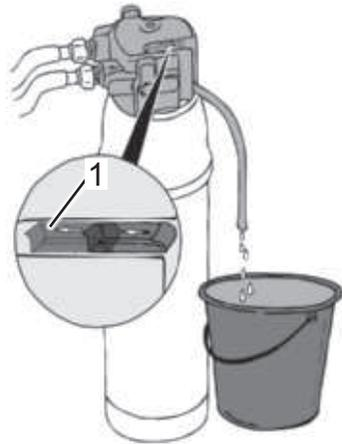

Abb. 25
5. Schließen Sie den Entlüftungsschieber (Abb. 25/1) wieder, sobald kein Wasser mehr aus dem Entlüftungsschlauch austritt.